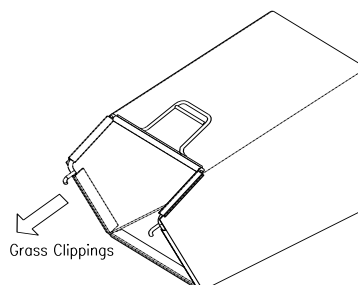

Рис. 9
- Установите сборник, одев крючки (рис. 9) рамки сборника на стержень (**Hook**) или отверстия под крышкой
Опорожнение травосборника (см. рис. 9)
Внимание: Для проверки искры использовать только тестер зажигания 1 (рис. 9). Ни в коем случае не проверять на двигателе со снятой свечей.
Заменять свечу зажигания **через каждые 100 часов** работы или **каждый сезон**, в зависимости от того, что истечет раньше. Вы можете заказать ключ для свечи зажигания у любого Уполномоченного Сервисного Дилера Briggs & Stratton. Замечание: в некоторых районах местные законы требуют использования резисторной свечи зажигания для подавления сигналов зажигания. Если на данном двигателе была изначально установлена резисторная свеча зажигания, необходимо использовать для замены свечу зажигания того же типа. Зазор свечи зажигания 2 (рис. 9) должен составлять **0,76 мм**.
Содержите двигатель в чистоте (см. Рис. 9)